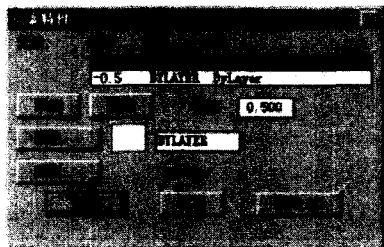

图6 “元素特性”对话框
(4)点按“元素特性”,进入如图6所示的“元素特性”对话框,在该对话框中设置多线中的各元素。用鼠标选择已存在的元素(线条),对其颜色、线型、偏移3个参数进行更改,其中“偏移”是指所选定的(线)元素离中心线的距离,在中心之上为正,之下为负值。